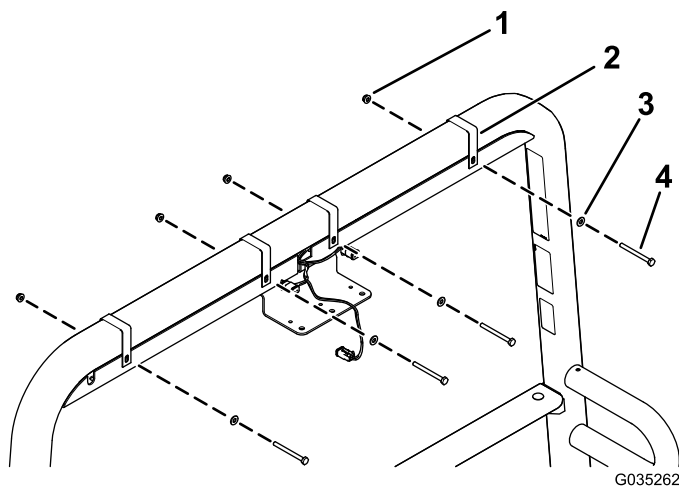

Figura 4
2. Prenda os dois canais de luz ao ROPS com os quatro suportes de montagem de canal de luz, quatro parafusos de cabeça sextavada (1/4 x 2-3/4 pol.), quatro anilhas de cabeça chata (1/4 pol.) e quatro porcas flangeadas (1/4 pol.) como se mostra na Figura 4.